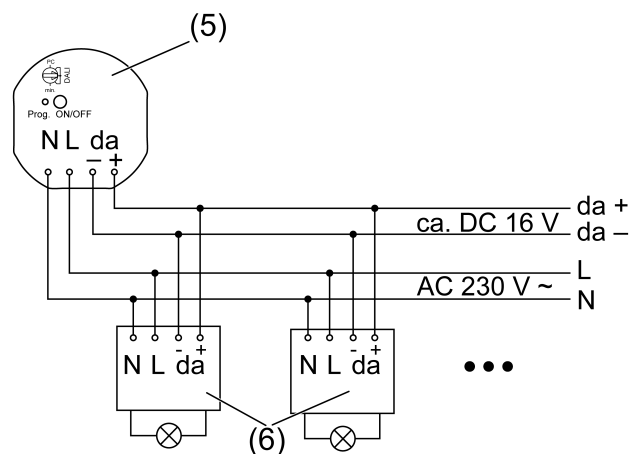

Bild 2: Anschlussbeispiel
- Steuergerät (5) und DALI-Vorschaltgeräte (6) gemäß Anschlussbeispiel anschließen (Bild 2). Dabei die Herstellerangaben der Vorschaltgeräte beachten.
- Steuergerät so in die Gerätedose einsetzen, dass die Taste **Prog** (2) und die Status-LED (3) sichtbar sind.